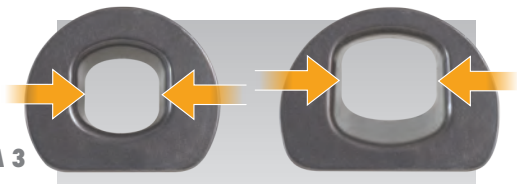

FIGURA 3
- La forma e il fissaggio dei Grommets aiutano l'impianto a resistere alle rotazioni. Press-fit e forma forniscono un ancoraggio sicuro all'osso. (**Figura 3**).